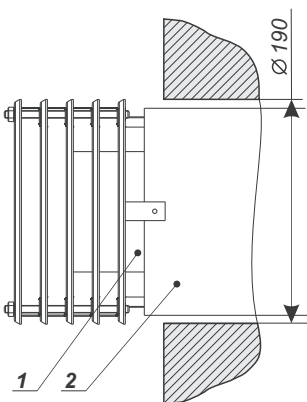

Рис. 5. Димоповітряний блок апаратів потужністю 7 кВт
6.3.3. Для апарата потужністю 7 кВт. Встановити газохід зовнішній (п. 2, рис. 5) горизонтально в каналі до упору з зовнішньою стіною, сполучивши його з повітроходом (п. 1, рис. 5), і зафіксувати дерев'яними клинами. **Розриви в з'єднаннях не допускаються!**
6.3.7. Встановити патрубок димоходу (п. 8, рис. 2 або п. 4, рис. 5, залежно від моделі апарата) на його газохід і зафіксувати його.